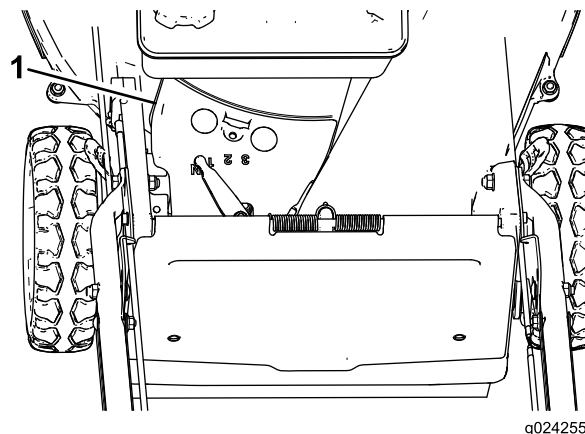

Figura 34
3. Retire la cubierta de la correa (Figura 34) de la carcasa de corte.